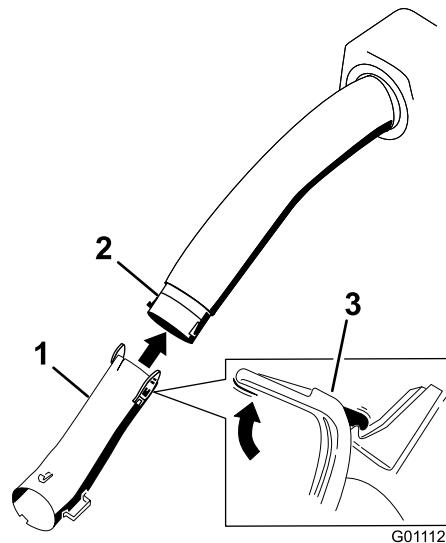

Figure 20
2. Montez le tube inférieur dans le tube central avec un chevauchement de 63,5 mm (Figure 20).
13. Retirez les fixations et le tube central du tube inférieur (Figure 20).
4. Contre-écrou (10)
15. Fixez le tube inférieur dans le tube central avec 3 boulons (10 x 3/4 po), 3 rondelles plates (7/32 po) et 3 contre-écrous (10) (Figure 20).